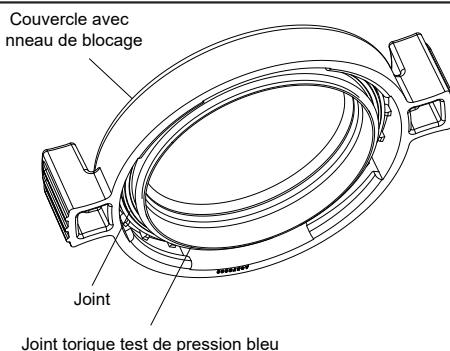

Figure 14. Joint torique test de pression bleu
IMPORTANT : Tous les modèles VSSHP sont équipés d'un joint torique jetable supplémentaire pour les essais de pression. Il s'agit du joint torique bleu utilisé pour le test de pression (voir les Figures 14 et 15). Si le couvercle de la pompe a été ouvert avant de procéder au test de pression, le joint torique bleu pourrait être éjecté. Si le joint torique bleu est éjecté, celui-ci devra être réinstallé sur le couvercle avant de procéder au test de pression (voir 3.6.2).
2. Placer le joint torique bleu sur la marche située à $\frac{1}{4}$ po de la partie inférieure du couvercle. Se reporter à la Figure 14.